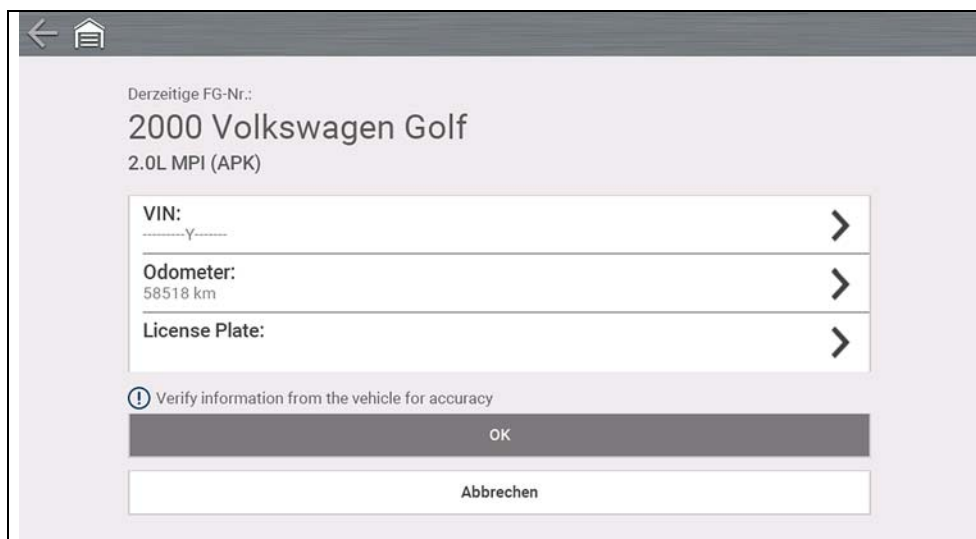

Abbildung 4-3
8. Auf dem Bildschirm zur Bestätigung der Fahrzeugidentifikation wird (*Abbildung 4-3*) angezeigt. Wählen Sie zum Fortfahren **Ok**.